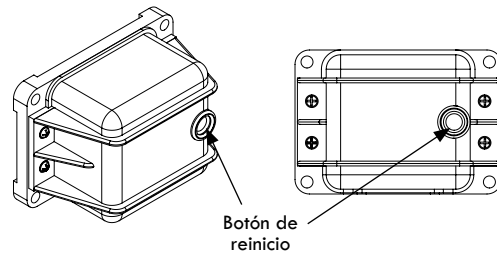

Figura A-145: Botón de reinicio del switch de vibración
- B. Con la máquina en funcionamiento, gire el tornillo de ajuste una vuelta en el sentido de las agujas del reloj y reajuste (véase la figura A-145). Si no se restablece, retroceda el tornillo dos vueltas en el sentido de las agujas del reloj, etc. Vuelva a girar el tornillo lentamente en el sentido de las agujas del reloj hasta que se produzca el accionamiento. La diferencia entre los dos puntos de actuación en “a” y “b” es el nivel de vibración normal en divisiones. Una división del dial es 0,1G; una revolución completa es 1,0G.